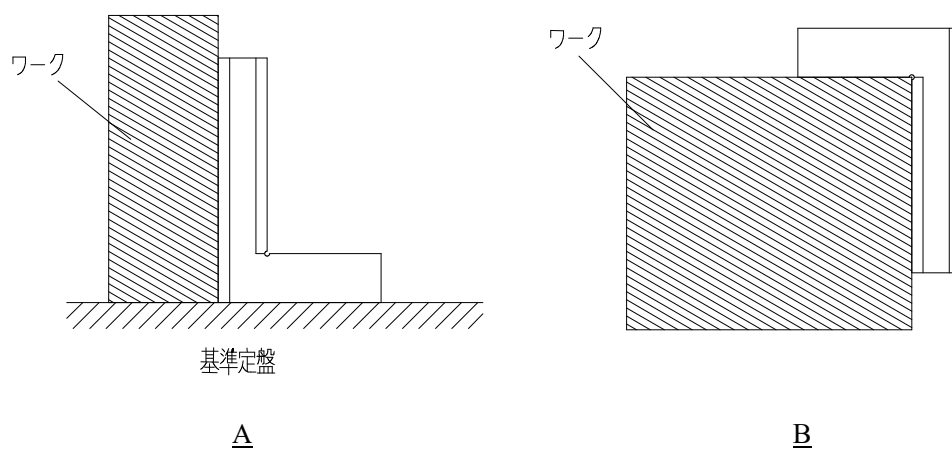

図 2. 直角定規の使用方法
- 1) 図 2.A のように、基準定盤などの上に直角定規を立て、使用面をワークに当てて測定します。このとき、直角定規とワークの間にできる隙間を、光の通過量やシックネスゲージなどを用いて確認します。
- 2) 図 2.B のように、ワークに対して直角定規の側面を当てて直角を測定する方法です。また、けがき作業や部品のセット時の基準としても使用できます。